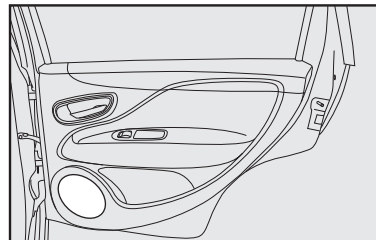

fig. 102
- alto-falantes nas portas traseiras **fig. 102**.